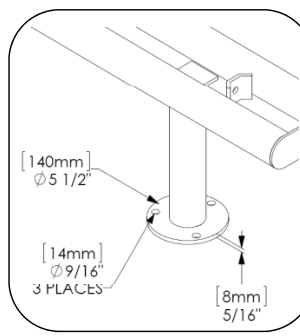

Fig. 1 – Montaje superficial
2. Marque las perforaciones. Ver Fig. 1 para obtener información sobre la placa de montaje superficial.